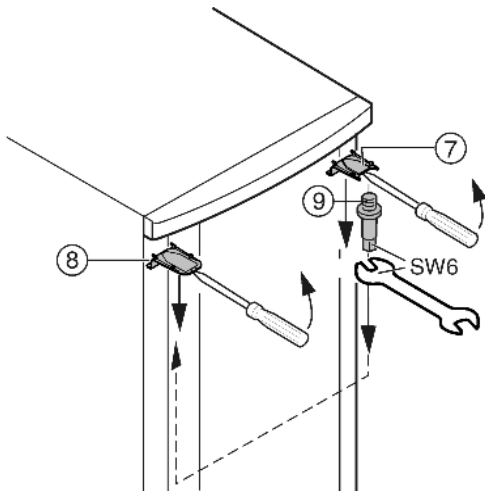

Fig. 8
- ▶ Aan de bovenkant afdekking *Fig. 8 (7)* en afdekking *Fig. 8 (8)* met een schroevendraaier losklikken en schuin naar beneden verwijderen.
- ▶ Lagerbout *Fig. 8 (9)* uitdraaien en aan de andere kant **goed (min. 4 Nm)** vastschroeven.
- ▶ Afdekking *Fig. 8 (7)* aan de kant van de lagerbout weer aanbrengen: achteraan inzetten, vooraan vastklikken.
- ▶ Afdekking *Fig. 8 (8)* op de tegenoverliggende kant monteren: achteraan inzetten, vooraan vastklikken.
- ▶ Deur boven in de lagerbout *Fig. 8 (9)* hangen.